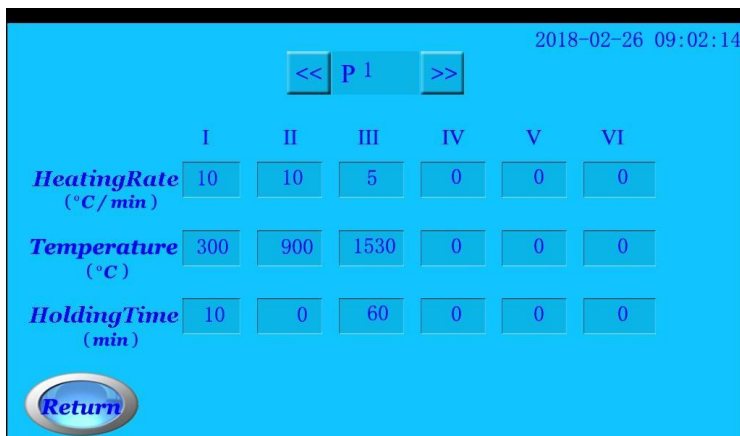

Рис. 6-3 Меню выбора программы
6.1.2 Щелкните номер программы P1, чтобы войти в меню выбора программы (см. Рисунок 6-3).